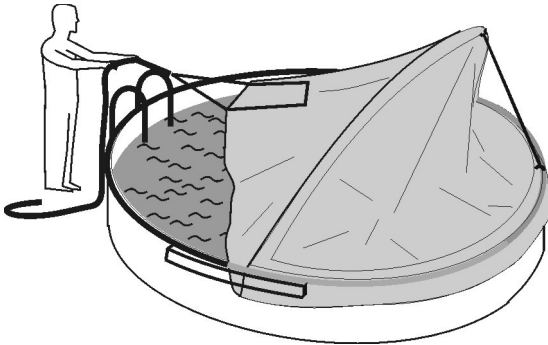

Abb. 10.2
Cabrio Dome umklappen. Durch das Zugseil (18) muss das Umklappen kontrolliert werden. (Abb. 10.2)